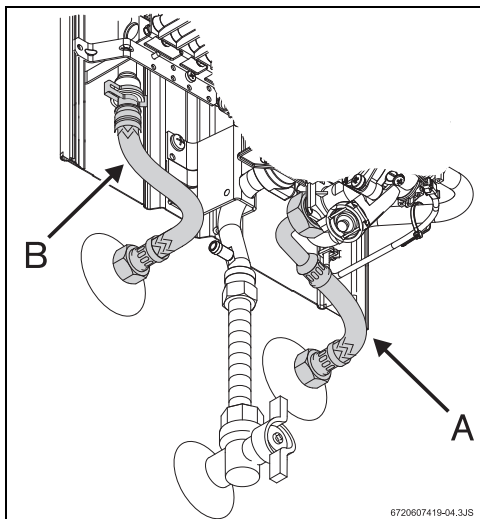

Рис. 12 Подключение водопровода
- ▶ Следить за тем, чтобы при подключении не перепутать место подсоединения водопровода холодной воды (рис. 12, [поз. А] - не поставляется с оборудованием) с местом подсоединения водопровода горячей воды (рис. 12, [поз. В]).